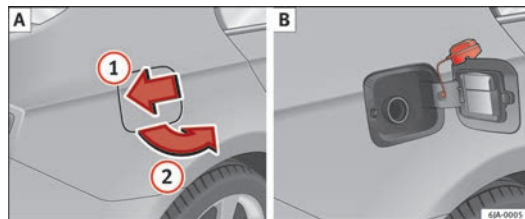

Fig. 122 Lato posteriore destro del veicolo: sportellino del serbatoio/sportellino del serbatoio con il tappo svitato
Su un adesivo apposto nella parte interna dello sportellino del serbatoio è indicato il tipo di carburante adatto al veicolo, le dimensioni e la pressione di gonfiaggio dei pneumatici ⇒ fig. 122 [B].
- Premere sullo sportellino del serbatoio nella direzione indicata dalla freccia ① ⇒ fig. 122.
- Aprire lo sportello nella direzione indicata dalla freccia ②.
- Svitare verso sinistra il coperchio del serbatoio e porlo sopra lo sportellino del carburante ⇒ fig. 122 [B].